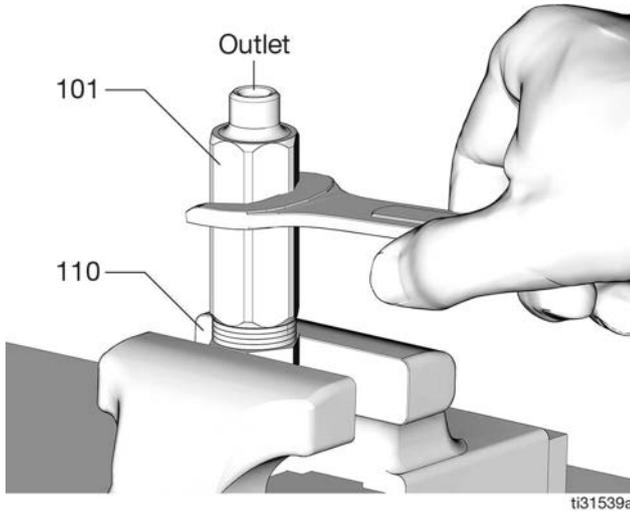

FIG. 46
- Añada o quite espaciadores de salida (110) (FIG. 46) del conjunto de la válvula del inyector.